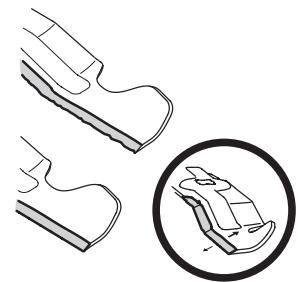

Figura 28
- Para afilar la cuchilla de corte correctamente, extraiga cantidades iguales de metal de ambos extremos de la cuchilla a lo largo de los bordes cortantes, paralelo al borde de caída, a un ángulo de 25° a 30°. Afile siempre cada borde de las cuchillas de corte de forma pareja para mantener un equilibrio adecuado entre las mismas. Consulte la Figura 28.